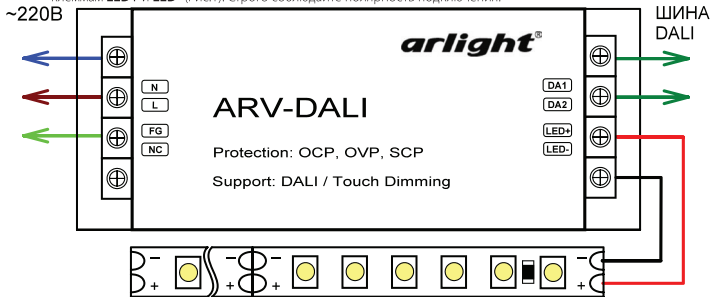

Рис.1. Подключение источника напряжения
- 3.3. Подключите светодиодную ленту или другой совместимый светодиодный источник света к выходным (OUTPUT) клеммам **LED+** и **LED-** (Рис.1). Строго соблюдайте полярность подключения!